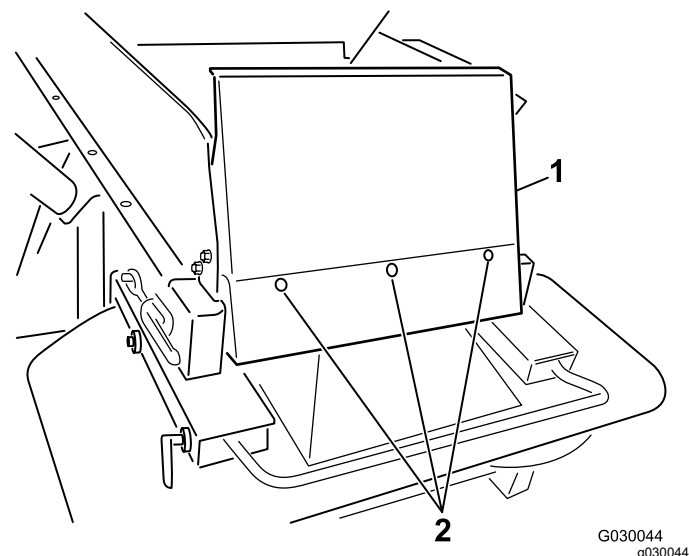

Figura 7
6. Montai apărătoarea buncărului de alimentare cu ajutorul șuruburilor cu cap semirotond ($\frac{1}{4} \times \frac{5}{8}$ ") și al piulițelor cu guler din nailon (Figura 7).